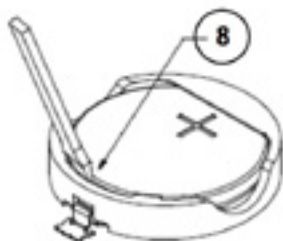

Fig.6
L'écran LCD va afficher l'icône de batterie quand on le doit remplacer. Enlever le couvercle vissé (6) comme sur Figure 5 en rotant dans le sens opposé des aiguilles. Peut être vous aurez besoin d'un tournevis pour relâcher le couvercle. Enlevez tout doucement la batterie usée en utilisant un petit couteau ou un petit tournevis comme illustré sur (8) à la Figure 6, en faisant attention de ne pas endommager le portebatteries. Remplacez-la avec une **pièce de batterie au lithium CR2032 lithium** et remplacez le couvercle vissé. Serrez le couvercle dans le sens des aiguilles jusqu'à ce que la bague d'étanchéité en forme de 'o' ne soit légèrement pressée.